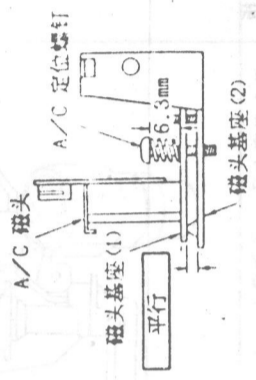

图 54
⑤ 须调节点有:
步骤: ① A/C 磁头定位螺钉: 检查 A/C 磁头定位螺钉的弹簧部分是否伸出磁头基座(1)顶部 6.3mm, 如图 54 所示;